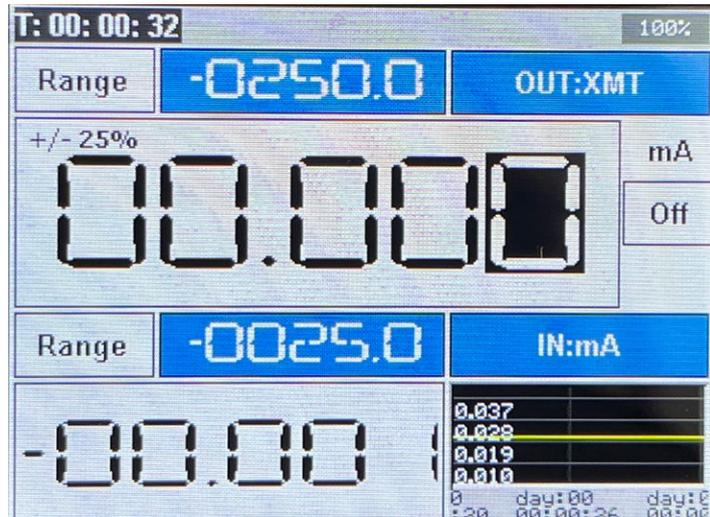

Figura 45 - Tela de medição e geração com exibição padrão
1. Modo **[IN+OUT (1)]**: Modo de exibição padrão, conforme descrito acima e ilustrado na figura 45.
2. Modo **[IN+OUT (2)]**: Nesse modo de exibição, o gráfico com os valores medidos e gerados ganha destaque e ocupa a parte superior da tela, enquanto os valores de medição e geração dividem a parte inferior da tela.
4. Modo **[IN (1)]**: Nesse modo de exibição, o valor do sinal medido pelo SLC100+ ganha destaque, ocupando a parte superior da tela, e o gráfico ocupa a parte inferior da tela.
5. Modo **[IN (2)]**: Nesse modo de exibição, o gráfico com valores medidos e gerados ganha destaque e ocupa a parte superior da tela, enquanto o valor medido pelo SLC100+ ocupa a parte inferior.